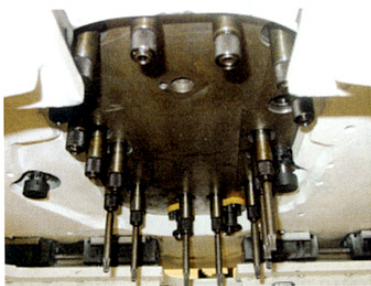

图 5
(3) 螺栓拧紧设备(图 5) 大部分拧紧设备都与生产线同动,并进行扭矩和转角监控,所有的拧紧头都配有两个测值传感器。